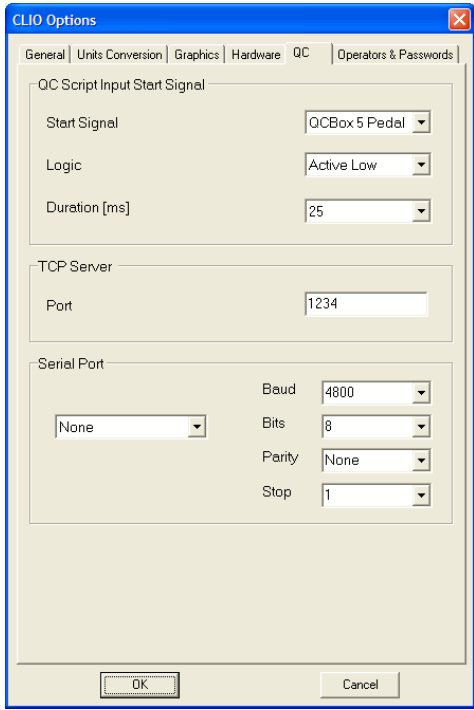

Fig.5.9b Options QC
- In questo tab (Fig. 5.9b) è possibile impostare le seguenti caratteristiche: